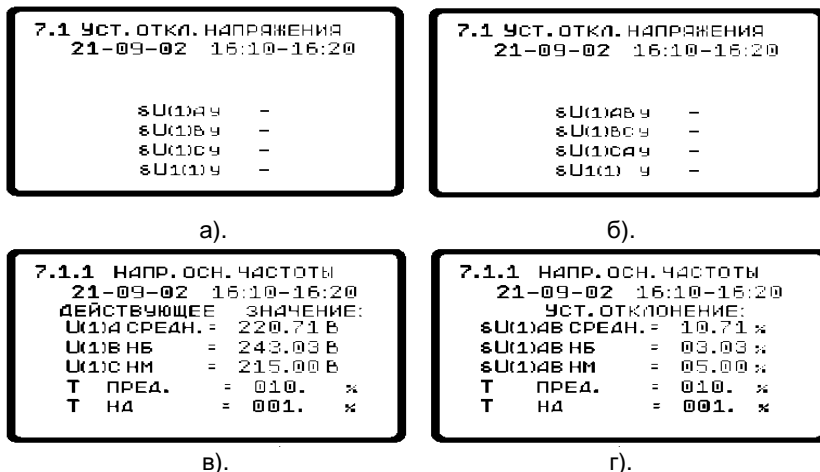

Рисунок 41
Так при выборе в меню 7.1 первого пункта ($\delta U_{(1) A\gamma}$ или $\delta U_{(1) A\gamma}$) появится меню 7.1.1 (рисунок 41, в или 41 г, соответственно в зависимости от схемы подключения), где:
- $\delta U_{(1) A \text{ средн.}}$ ($\delta U_{(1) A \text{ средн.}}$) – усредненное за весь интервал значение отклонения напряжения;
- $\delta U_{(1) A \text{ нб}}$ ($\delta U_{(1) A \text{ нб}}$) – наибольшее за весь интервал значение отклонения напряжения;
- $\delta U_{(1) A \text{ нм}}$ ($\delta U_{(1) A \text{ нм}}$) – наименьшее за весь интервал значение отклонения напряжения;